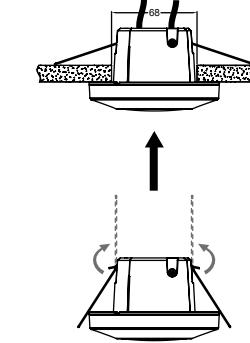

FIG. 10
- Placez ensuite le capteur dans le trou percé dans le plafond (FIG. 10).